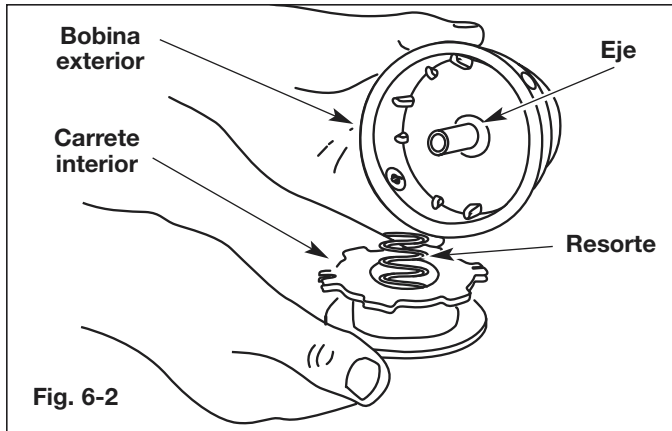

Fig. 6-2
2. Saque el carrete interior de la bobina exterior (Fig. 6-2).
3. Saque el resorte del carrete interior (Fig. 6-2).
2. Saque el carrete interior viejo de la bobina exterior (Fig. 6-2).
3. Saque el resorte del carrete interior viejo (Fig. 6-2).